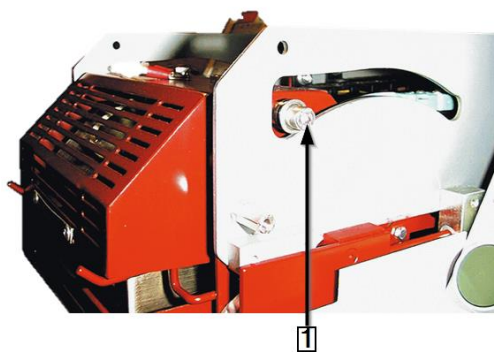

Abb. 61 : Șurub încălzitor
- Trageți mai mult camera de încălzire în față, până când ajunge total în față. Consultați Abb. 61, pagina 99.
- Înlăturați șurubul (1) și demontați ansamblul de lagăre de pe șurub (1).